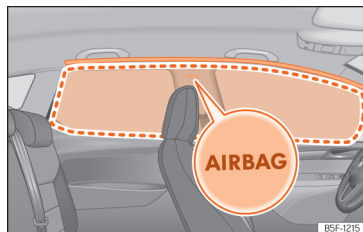

Fig. 31 Localização e raio de alcance do airbag da cabeça.
Os airbags da cabeça estão localizados de ambos os lados do habitáculo, por cima das portas » » » **Fig. 31** e estão assinalados pelo logo «AIRBAG».
Ao ativar-se, o airbag da cabeça ocupa a zona assinalada (raio de alcance) » » » **Fig. 31**. Por este motivo, nunca se deverá colocar ou fixar objetos nesta zona » » » ⚠.
- Assegure-se de que as crianças viajam sentadas corretamente nas suas cadeiras e não colocam a cabeça na zona de insuflação dos airbags para a cabeça » » » **Fig. 31**, uma vez que, se os airbags disparassem, estes poderiam bater-lhes e causar-lhes lesões graves.